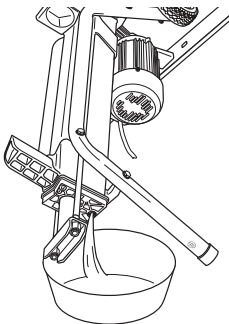

Fig. 8e
- Pour vidanger l'huile, mettez un récipient adéquat sous la vis de vidange [21] (Fig. 8e).